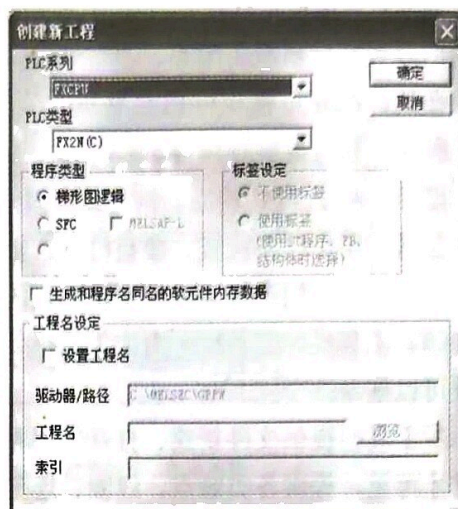

图 3-18 “创建新工程”窗口
启动 GX Developer 以后, 出现该软件的窗口界面。执行 “工程” 菜单中的 “创建新工程” 命令, 弹出如图 3-18 所示的 “创建新工程” 对话框。
在图 3-18 中, 选择用户使用的 PLC 所属系列和类型, 即选中两个下拉菜单中的 “FXCPU” 和 “FX_{2N} (C)”。此外, 还需要设置程序的类型, 即梯形图或 SFC (顺序功能图), 设置文件的保存路径和工程名称等。注意, PLC 系列和类型是必须设置的, 并且与所连接的 PLC 要一致,